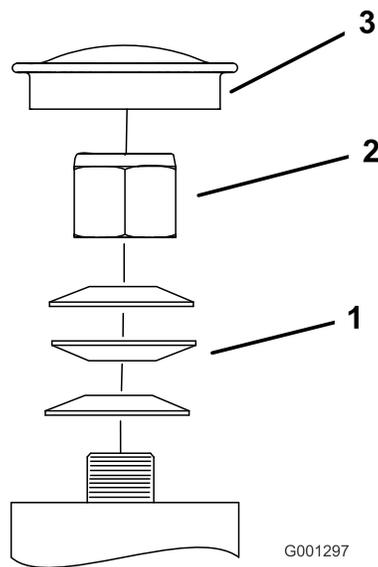

Рисунок 67
3. Снимите пылезащитную крышку с поворотного колеса и затяните контргайку (Рисунок 67).
4. Затягивайте контргайку до тех пор, пока пружинные шайбы не станут плоскими, и затем отверните на 1/4 оборота, чтобы правильно установить предварительную нагрузку на подшипниках (Рисунок 67).
Внимание: Убедитесь, что пружинные шайбы установлены правильно, как показано на Рисунок 67.
5. Установите пылезащитную крышку (Рисунок 67).